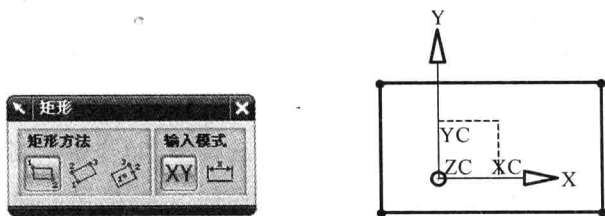

图 1-5 绘制一个初步的矩形
(3) 单击“草图”工具栏中的“矩形”按钮,绘制如图 1-5 所示的任意矩形。